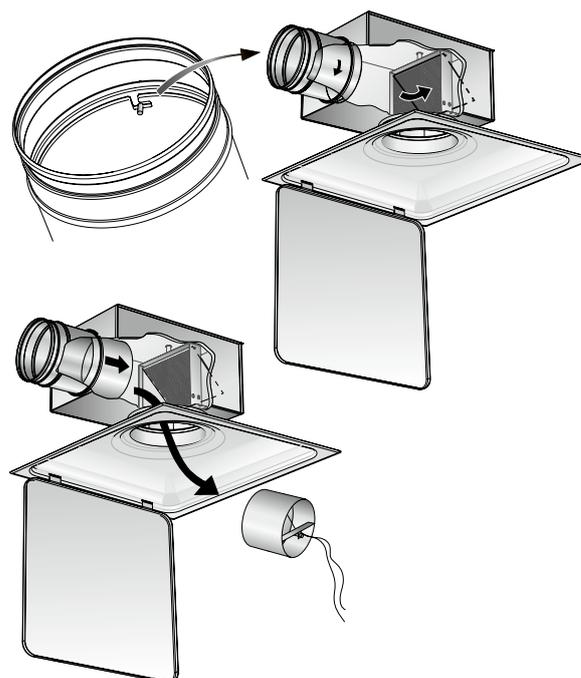

Abb. 7. Demontage von Klappen bei Verwendung des Anschlusskastens ALS und REACT ALS.
- Die Reinigung des Kanalsystems erfolgt durch Öffnen des Auslassprofils. Wenn der Anschlusskasten ALS oder REACT ALS verwendet wird, klappt man das Auslassprofil zur Seite, sodass man das Klappenrohr im Klappengriff greifen und seitlich aus seiner Halterung drehen kann, siehe Abbildung 7.